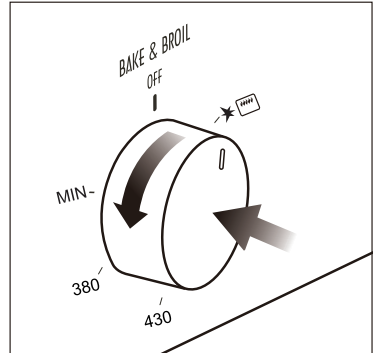

Fig. 3.2
- 2) Tournez le bouton sur le brûleur du four (la plage de température du brûleur du four est MIN au maximum, le bouton peut être allumé n'importe où dans cette plage, Fig.3.2), the oven automatically ignites, and it lights within 5.5 seconds; Si cela ne peut pas être allumé pour le premier temps, allumez-le après 12 secondes, il émet de la lumière en 5,5 secondes; Si cela ne peut pas être allumé après avoir répété 3 fois, vous devez réinitialiser le bouton pour l'éteindre et l'ouvrir à nouveau.